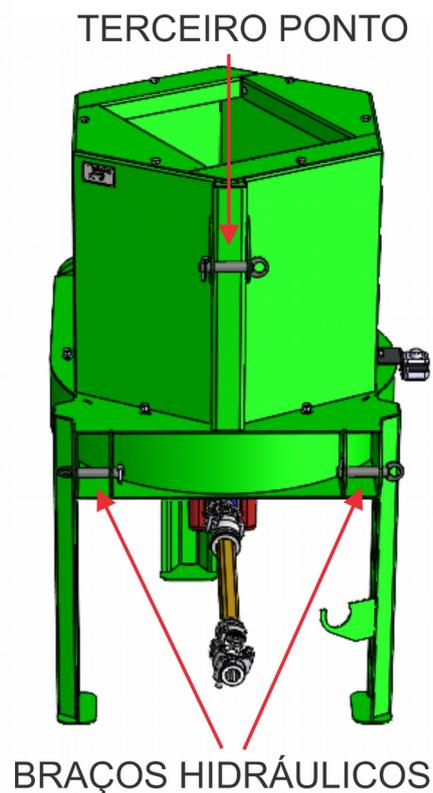

Figura 5.1 – Pontos de fixação
1. Para acoplar o trator ao cabeçalho, posicione adequadamente os braços do levante hidráulico do trator nos pontos de engate da máquina e insira as travas de segurança. Na sequência engate a barra de fixação no terceiro ponto do trator e no ponto de fixação superior do equipamento (figura 5.1).